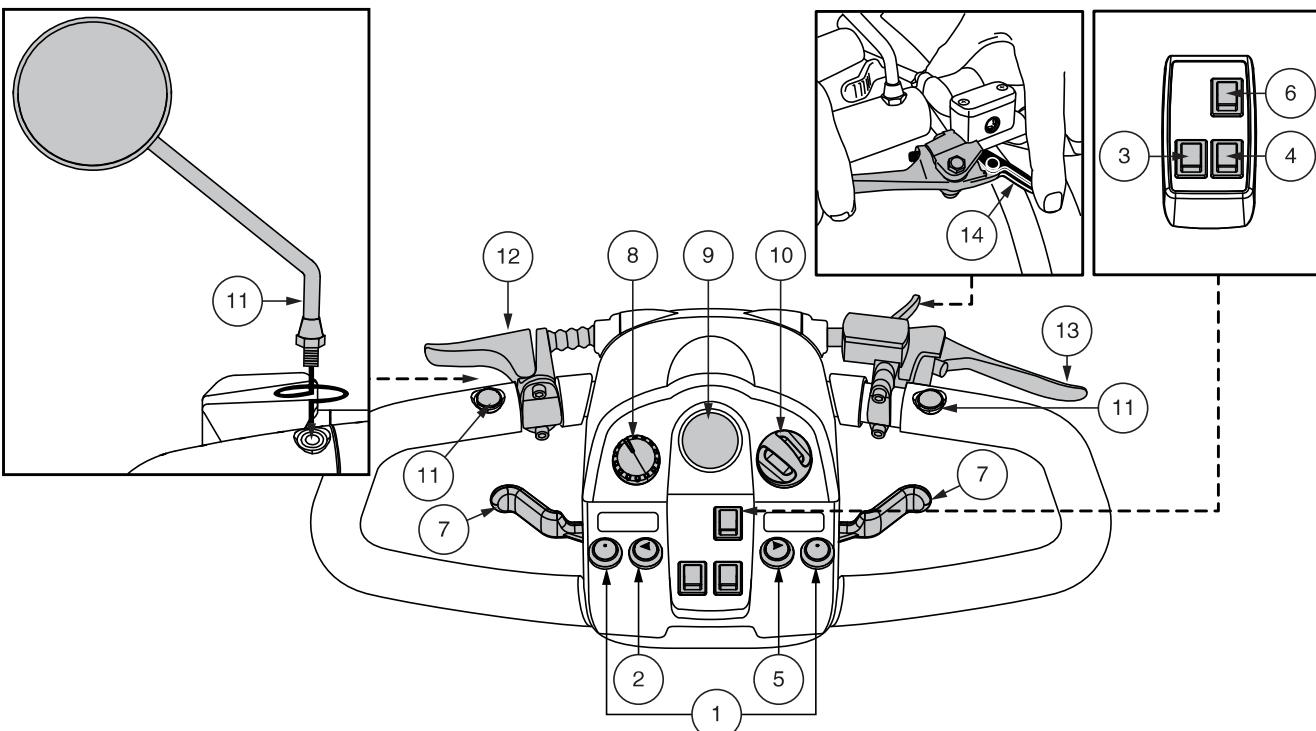

Abb. 1. Lenkerkonsole A
Die Lenkerkonsole enthält alle Bedienelemente, die für die Handhabung Ihres Elektromobils nötig sind, einschließlich Geschwindigkeitsvorwahlschalter, Statusanzeige, Gashebel, Batterieanzeige, Betriebslichtschalter, Hauptlichtschalter, Warnblinker, und Hupe. Bitte beachten Sie, dass einige der in diesem Abschnitt aufgeführten Komponenten optional und bei Ihrem Elektromobil u. U nicht vorhanden sind. Siehe Abb. 1.
Ihr Scooter ist mit einem Handbremshebel ausgestattet, der sich an der Ruderpinne befindet. Siehe Abbildung 1 und Abbildung 7. Dieser Hebel bietet Ihnen zusätzliche Bremskraft. Die Handbremse ist manuell und funktioniert unabhängig vom regenerativen Bremssystem Ihres Scooters, das während des Betriebs des Scooters durch Loslassen des Gashebels aktiviert wird.
**HINWEIS:** Wenn Ihre Handbremse mit einer Sperrfunktion ausgestattet ist, wie in Abbildung 1 oder Abbildung 7 gezeigt, können Sie die Bremssperrfunktion aktivieren, indem Sie den Handbremshebel drücken und den Sperrhebel drehen oder drücken, um die Sperre zu aktivieren. Um die Feststellbremse zu lösen, drücken Sie den Handbremshebel vollständig. Siehe Abbildung 1 oder Abbildung 7.